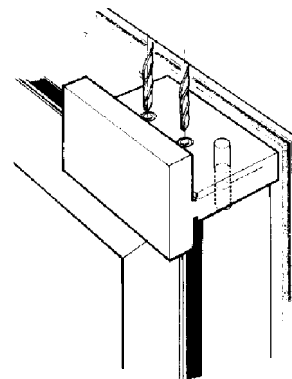

Fig. 4
10.7. FITTING THE END GUIDES (Fig. 4)